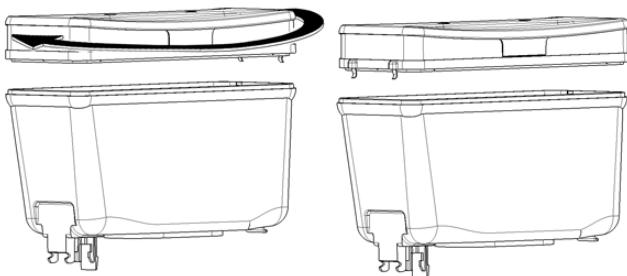

figura 2
- 9 Para apagar las luces de la tapa es suficiente girarlo de 180°.(ver figura 2)